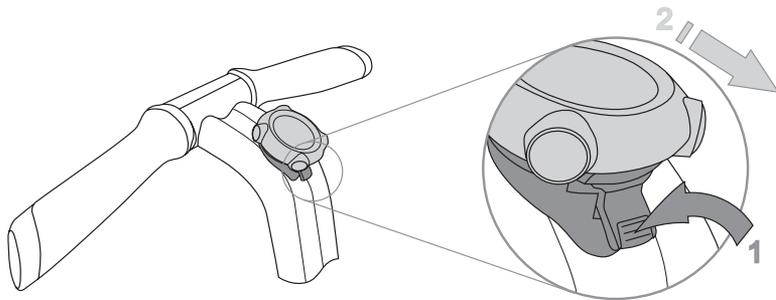

Figure 46. Retrait du dispositif de commande InfoKey de son socle
2. Faites glisser le dispositif de commande InfoKey pour le sortir de son socle comme illustré dans la **Figure 46**.